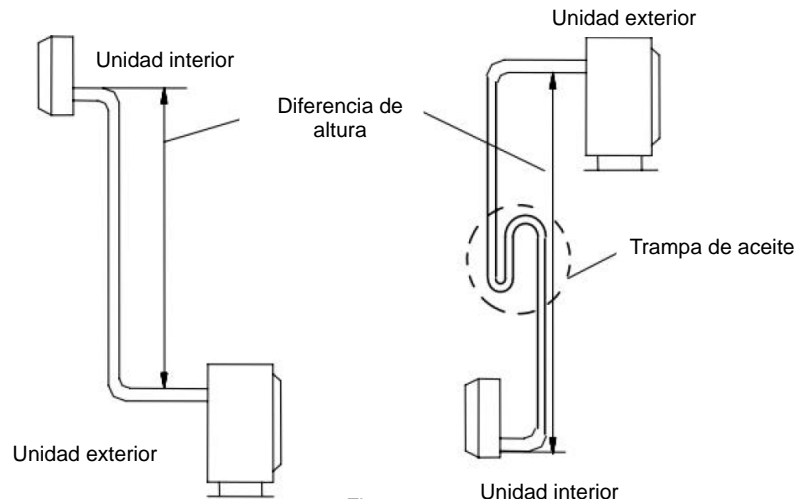

Fig. 3
- Si la posición de instalación de la unidad exterior está mas alta que la de la unidad interior y la tubería es mayor de 10 m, tendrá que colocar una trampa de aceite en la tubería de gas cada 8 m. (Fig. 3)